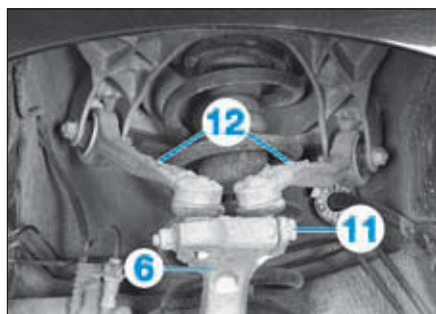
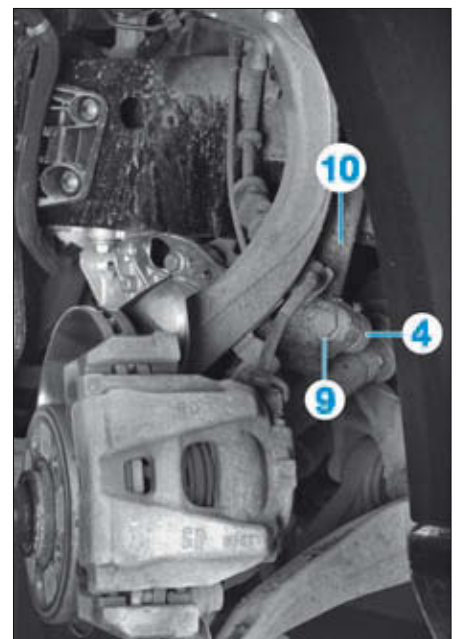

FIG. 8
FIG. 7
- Desserrer la vis de fixation (9) d'amortisseur (10) sur la chape (4) (Fig.7).
- Ecarter la chape (4) à l'aide de l'outil [1].
- Dégager la partie inférieure d'amortisseur de la chape (4).
- Déposer la vis (11) de fixation des bras supérieurs (12) sur le pivot (6) (Fig.8).